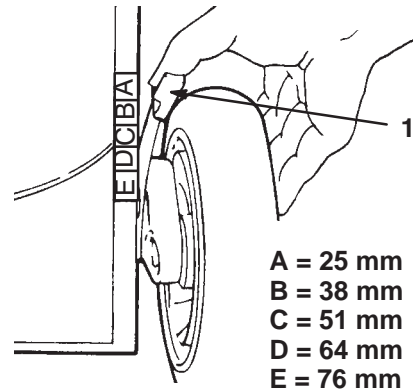

Figure 18
4. Rapprochez le levier de hauteur de coupe de la roue et placez-le en face de la lettre correspondante sur le carter de la tondeuse (Fig. 18).